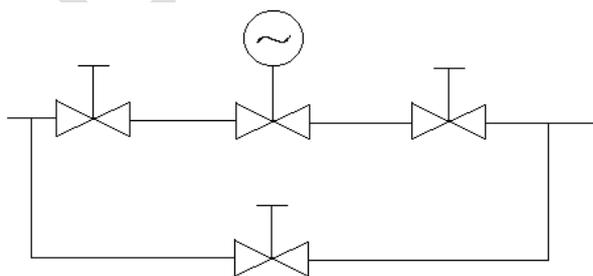

图 4 旁路管道安装图例
(1) 安装调节阀总体上应考虑以下方面:
① 安全: 安装过程中人员和设备的安全。
② 控制性能: 配管系统压力损失应与计算调节阀尺寸时所考虑的压力损失一致, 以保证所需的流量特性。进出口应尽量保证足够的直管段。
③ 安装位置: 应有足够的空间便于操作人员手动操作 (包括旁路操作) 以及保证调节阀和附件的就地拆卸和维修的可能性。
④ 调节阀组: 一般在工艺过程配管中均安装切断阀的旁路阀与调节阀配成阀组, 以适应设备连续操作的需要。维修调节阀时用切断阀隔离。用旁路阀调节。下面图 4 中推荐调节阀组布置方式。